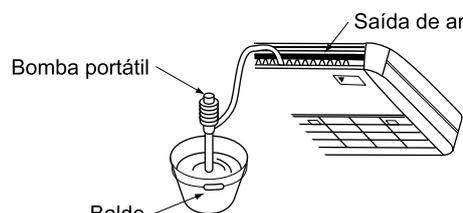

Fig. 25
- Adicione 0.6 l de água na cuba de drenagem pela saída de ar para confirmar o funcionamento da drenagem. **(Consulte a Fig. 25)**